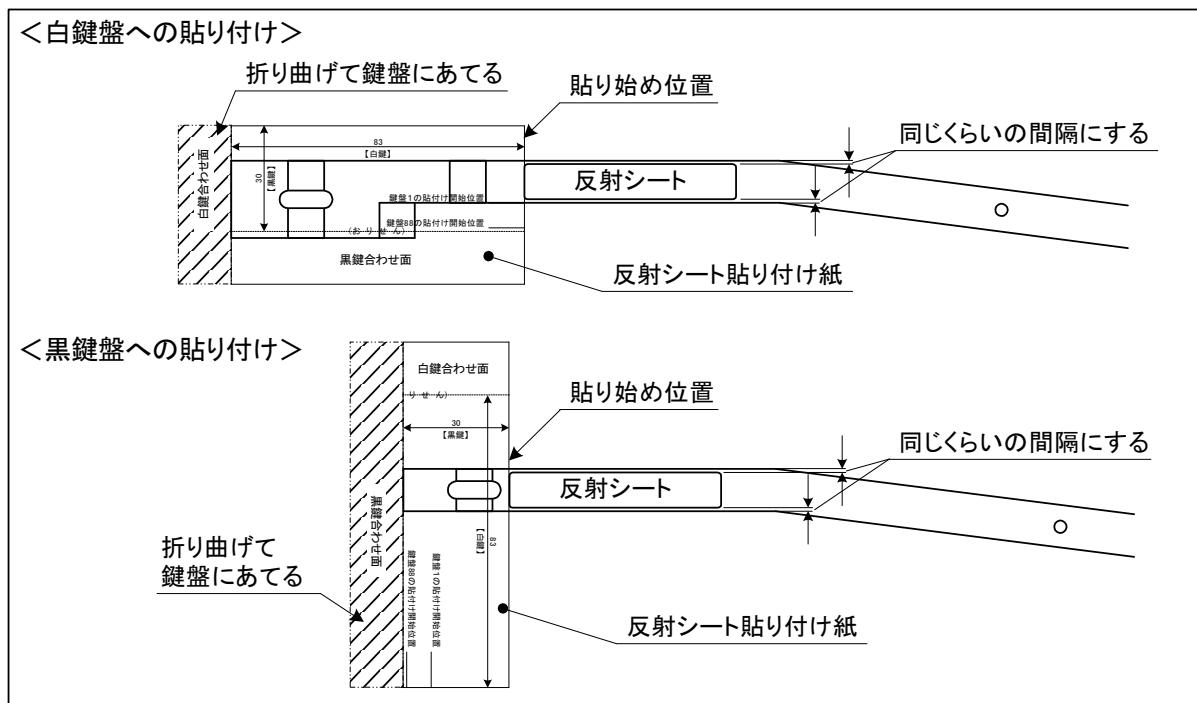
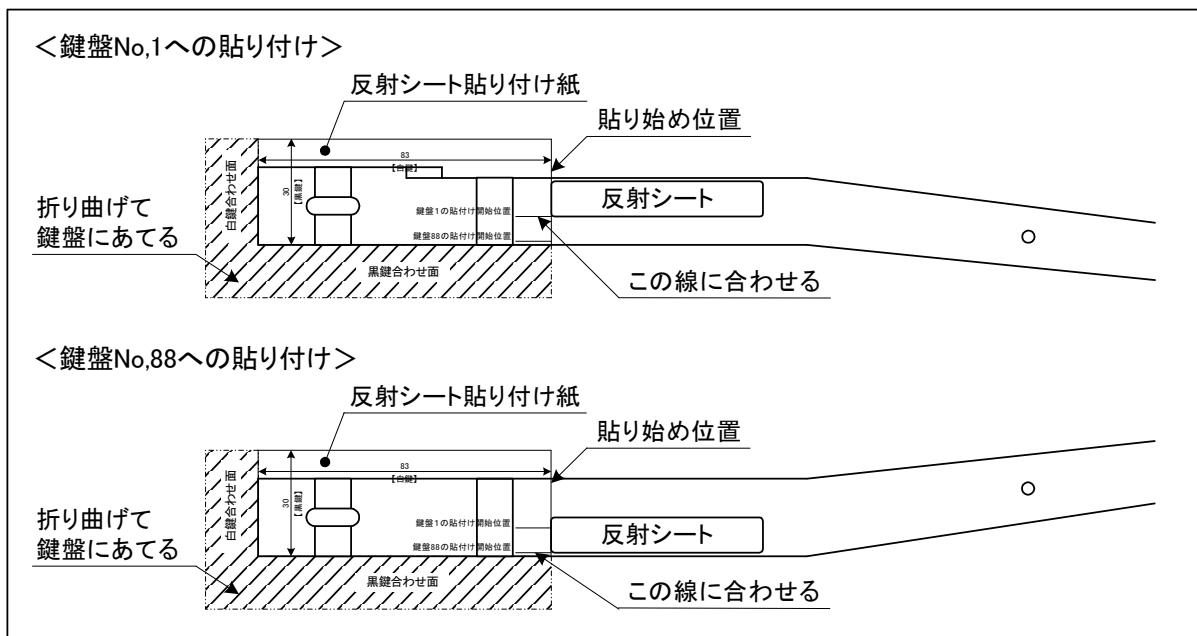

図4.2-6 反射シートの貼り付け
図4.2-7 白鍵No.1とNo.8への貼り付け
折り曲げ、鍵盤の先端部に当てて、各鍵盤用の間隔を取り貼り付ける。(図4.2-6を参照)
尚、鍵盤No.1とNo.88は反射シートを貼る場所の幅が広くなっているので、図4.2-7の様に、
(6) 反射シートを貼り付けた鍵盤をピアノに取り付け、鍵盤センサーのセンサーと反射シートの位置関係を確認する。反射シートの下にセンサーがある場合は、図4.2-6と図4.2-7の要領で全ての鍵盤に反射シートを貼り付ける。もし、センサーが外れている場合は、センサーに合わせて反射シートの位置を変えて貼り直し、残り全ての鍵盤も同じ位置に貼り付ける。
(7) 鍵盤センサーにケーブル中継部へのケーブルを接続して、全ての鍵盤を取り付ける。